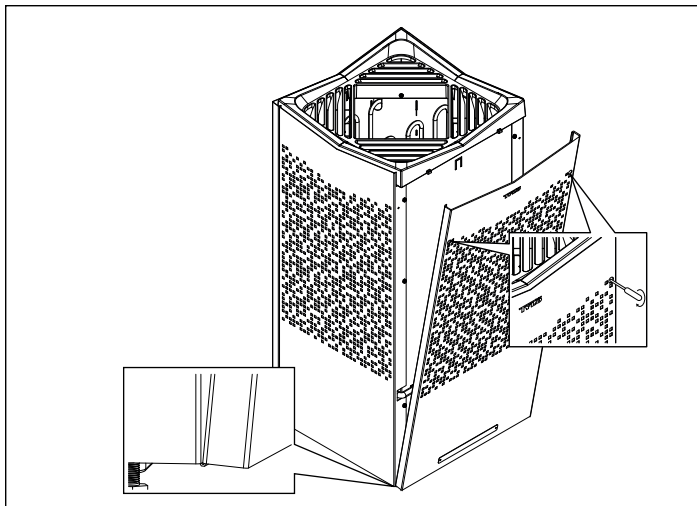

Abb. 10: Einhaken und Festschrauben der Vorder- und Rückwandelemente
6. Hängen Sie die Vorderwandelemente wieder ein und ziehen Sie die Schrauben fest (siehe Abbildung 10).